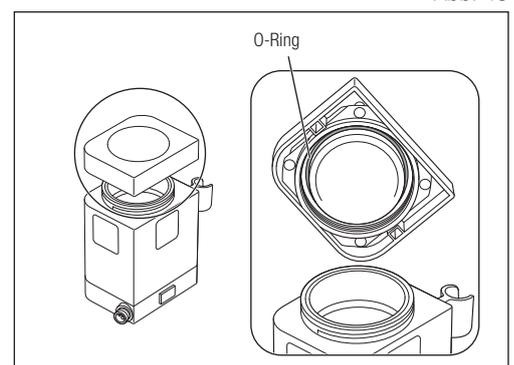

Abb. 49
- 2) Entfernen Sie den O-ring mit einer Nadel oder dergleichen aus dem Kammerdeckel (Abb. 49).